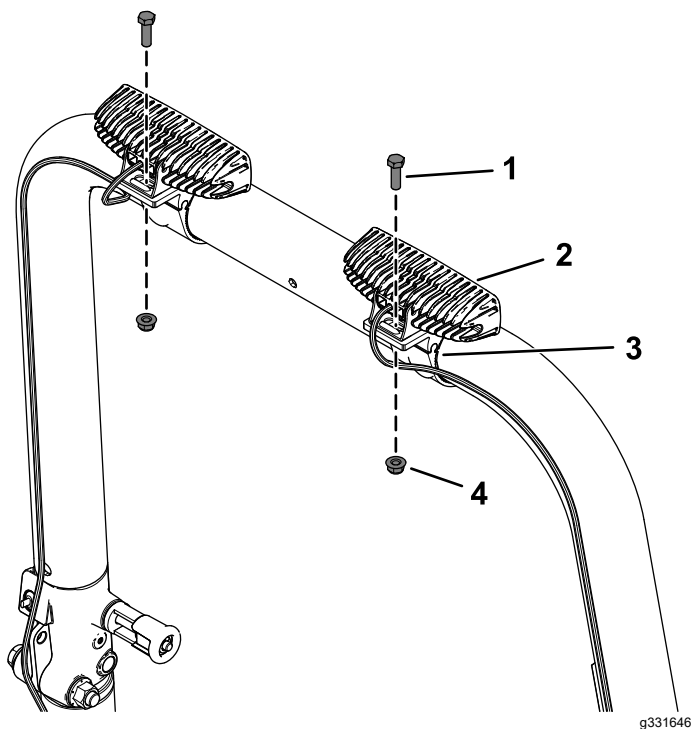

Figure 2
3. Fixez les 2 feux à LED sur les 2 colliers de tube à l'aide de 2 vis à tête hexagonale (5/16" x 1") et 2 contre-écrous (5/16"), comme montré à la Figure 2.